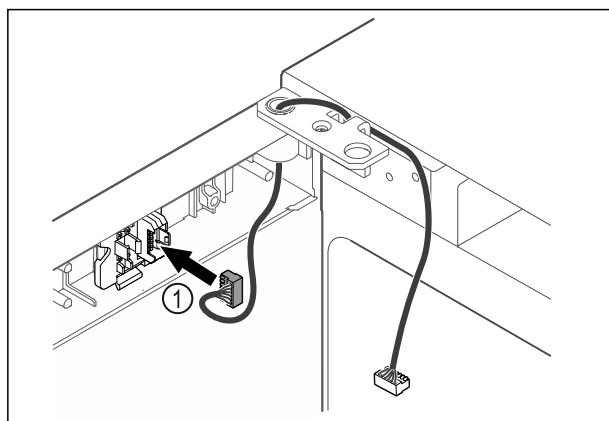

Fig. 49
- Insérer le connecteur Fig. 49 (1) dans le support.